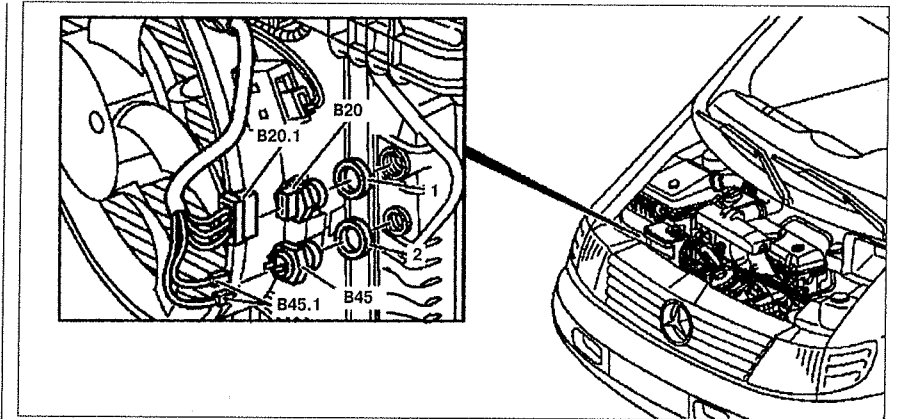

Рис. 4.39. Термовыключатель вентилятора:
3. Отсоедините разъем проводки В20.1 от термовыключателя В20 (см.рис.4.39).